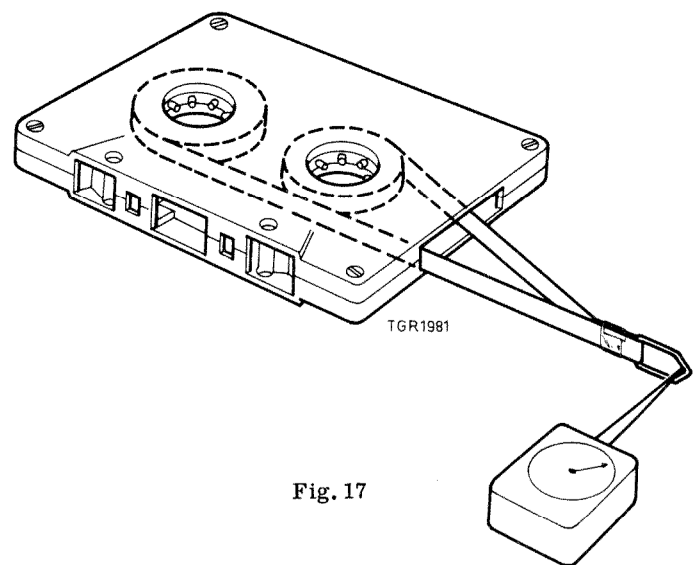

Fig. 17
- Wanneer er geen meetcassette voorhanden is kan de rechter opspoelfrictie ook als volgt gemeten worden. Verwijder het grootste gedeelte van de band in een cassette (op ± 1 mm na). En leg de band vervolgens in de cassette zoals fig. 17 aangeeft. Maak van de cassette een zijkant open met een mesje en een vijl, zodat de band opzij eruit genomen kan worden. Zorg dat bij de haspel aan de opening alleen aanloopband is gewikkeld. Maak in deze aanloopband die opzij uit de cassette genomen wordt, een lus, waarin een weerdrukmeter gehaakt kan worden.